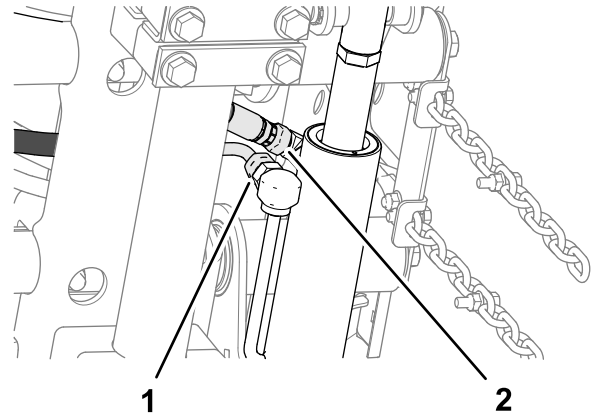

Figura 16
2. Allineate un distanziale tra la piastra portante e la piastra di montaggio (Figura 16) e assemblate senza serrare le piastre e il distanziale con un bullone a testa tonda ($\frac{3}{8}$ " x $1\frac{1}{4}$ ") e un dado di bloccaggio flangiato ($\frac{3}{8}$ ").